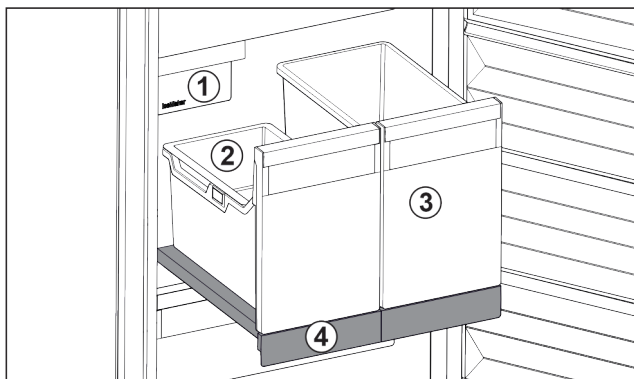

Fig. 93 Uitschuifplateau met IceTower
Op het uitschuifplateau bevinden zich twee hoge bakken (IceTower). In de bak Fig. 93 (2) worden ijsblokjes uit de IceMaker verzameld en bewaard. Bak Fig. 93 (3) is geschikt voor het bewaren van hoge levensmiddelen zoals pizza's of alcoholische dranken.